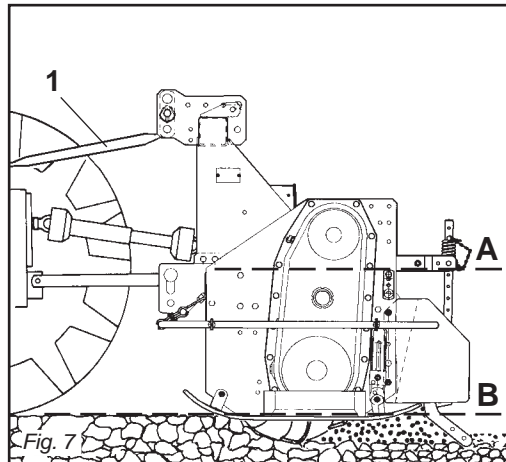

Fig. 7
- 4 - Collegare il terzo punto superiore ed effettuare una corretta regolazione con il tirante (1 Fig. 7) verificando che il piano superiore della macchina (A Fig. 7) risulti parallelo al piano terra (B Fig. 7). Ciò è molto importante allo scopo di ottenere il parallelismo tra l'asse della macchina e quello della presa di forza del trattore.
- 4 - *Connect the upper third-point and correctly regulate by means of the adjuster (1 Fig. 7), checking that the upper surface of the machine (A Fig. 7) is parallel to the ground (B Fig. 7). This is very important since it achieves parallelism between the axis of the machine and that of the tractor pto. When the implement operates in these conditions, there will be less stress on the pto itself while the cardan shaft and implement will be much less subject to wear.*
- 4 - *Reliez le troisième point supérieur et réglez correctement à l'aide du tirant (1 Fig. 7). Assurez-vous que le plan supérieur de la machine (A Fig. 7) soit pratiquement parallèle au terrain (B Fig. 7). Ceci est très important en vue d'obtenir le parallélisme entre l'axe de la houe et celui de la prise de force du tracteur. Travailler dans ces conditions signifie limiter les sollicitations sur la prise de force et prolonger la durée de l'arbre à cardans, mais aussi de la machine.*
- 4 - Conectar el tercer punto superior y efectuar una correcta regulación con el tirante de regulación (1 Fig. 7) controlando que el plano superior de la máquina (A Fig. 7) resulte paralelo al plano al nivel del suelo (B Fig. 7). Esto es muy importante para obtener paralelismo entre el eje de la máquina y el eje de la toma de fuerza del tractor. Esto permite limitar los esfuerzos sobre la toma de fuerza misma y hacer durar el árbol cardánico y la máquina misma.
- 4 - Den oberen Kupplungspunkt anschließen und den oberen Lenker (1 Abb. 7) korrekt einstellen. Sicherstellen, daß die obere Haubenkante der Maschine (A Abb. 7) parallel zum Boden (B Abb. 7) steht. Das ist sehr wichtig, um die Parallelität zwischen der Achse der Maschine und der der Schlepper-Zapfwelle zu erhalten. Wenn diese Parallelität gegeben ist, wird die Zapfwelle weniger belastet und das Leben von Gelenkwelle und Maschine wird verlängert.